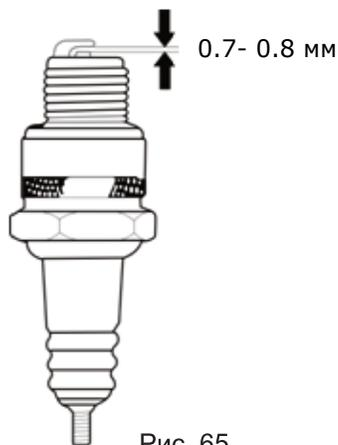

Рис. 65
5. Проверьте зазор между электродами свечи зажигания. Он должен составлять 0.7-0.8мм (рис. 65). При необходимости отрегулируйте зазор.